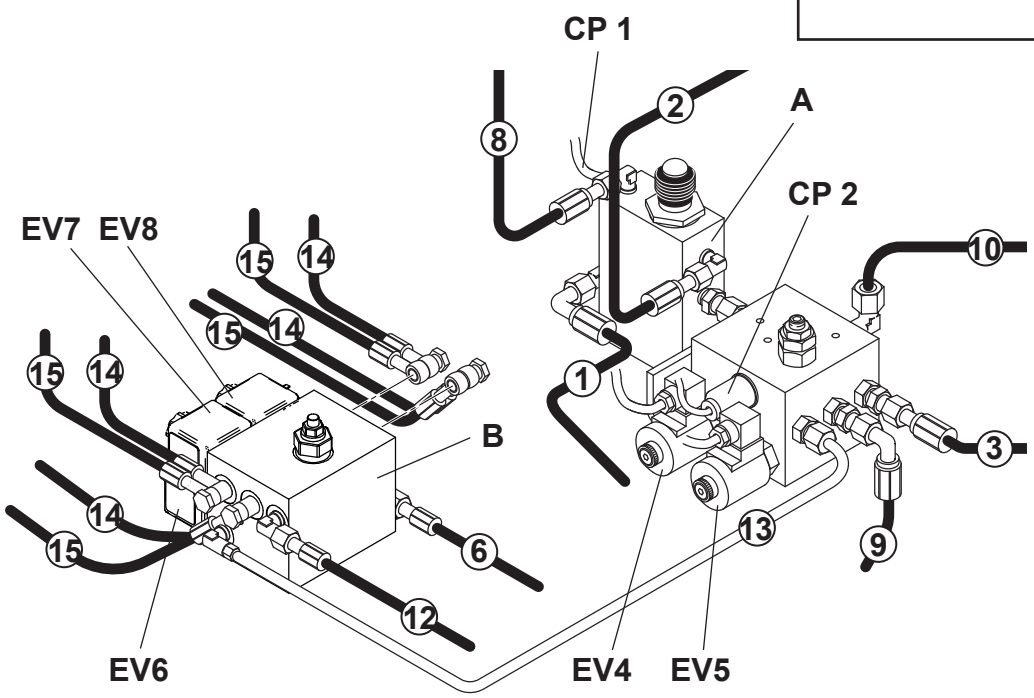

Fig. 19
- Collegare i cavi elettrici dalla centralina alle elettrovalvole **EV4-EV5-EV6-EV7-EV8** e ai pressostati **CP1-CP2** (Fig.19)
- Connect the cables in the control unit to the solenoid valves **EV4-EV5-EV6-EV7-EV8** to the pressure gauges **CP1- CP2** (fig.19).